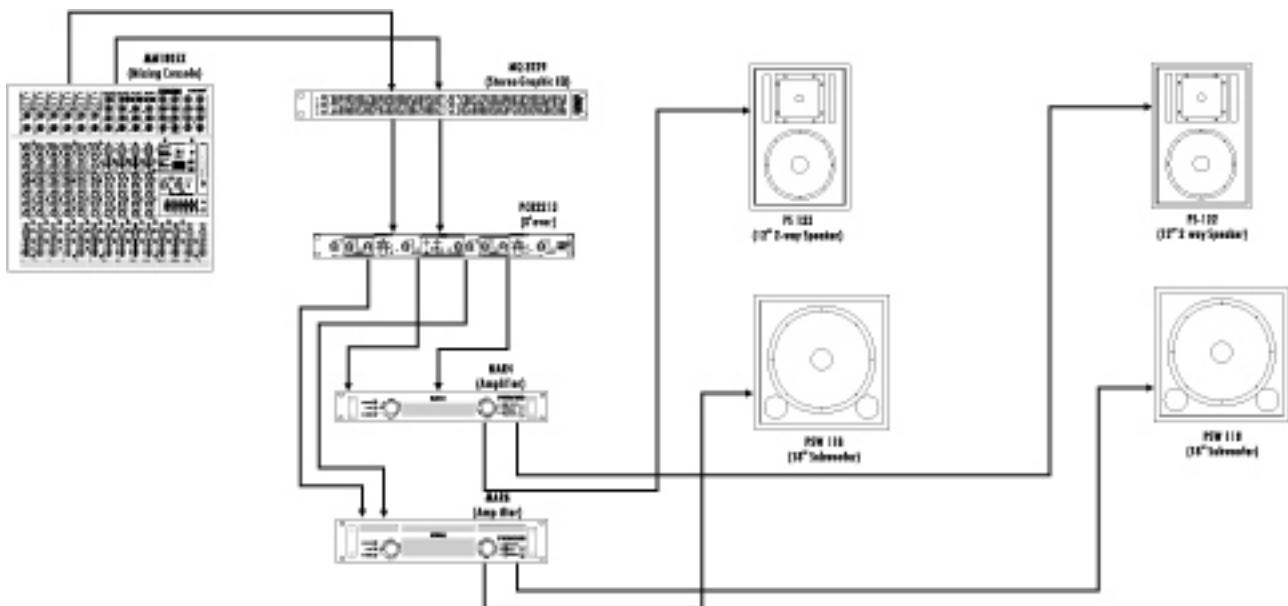

Рисунок 3: ТИПОВАЯ ПАССИВНАЯ ДВУХПОЛОСНАЯ ССИСТЕМА + САБВУФЕР.
2.3 ПАССИВНАЯ ПОЛНОДИАПАЗОННАЯ С АКТИВНЫМ КРОССОВЕРОМ САБВУФЕРА (см. рисунок 3).